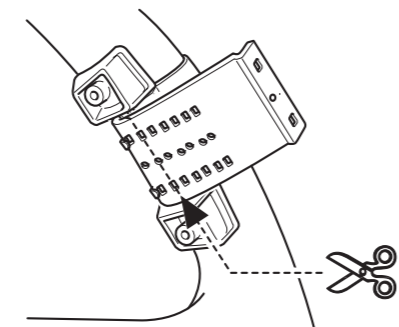

Fig. 16
2. Corte la porción extra de la correa en el centro del sujetador interior. (Fig. 16)